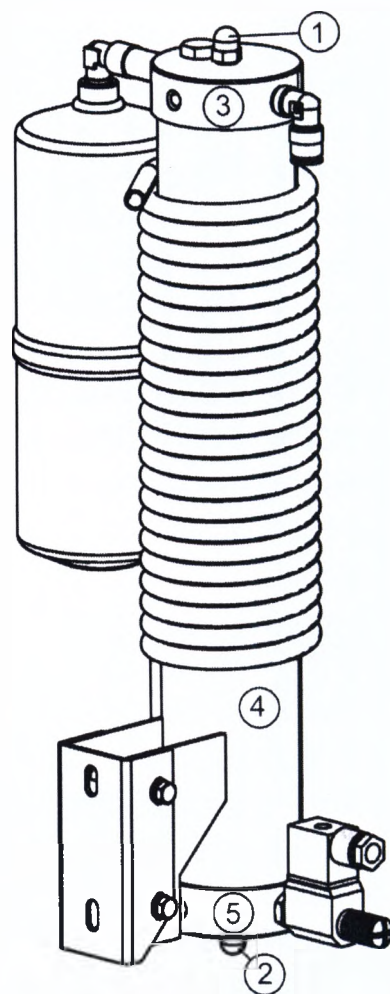

Рисунок 9
- Открутить гайку 1, удерживая гайку 2 (рис. 9)